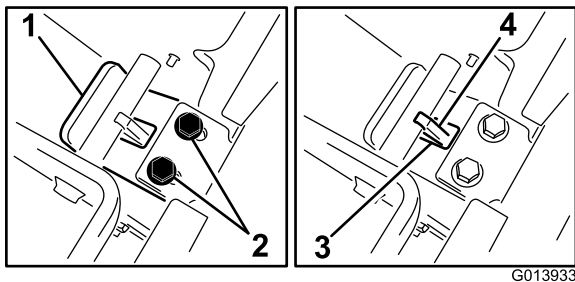

Figura 15
5. Continuando ad esercitare pressione sulla contropiastra, fate scorrere l'aletta verso di voi finché il bordo della piastra dell'aletta non si troverà a contatto con la traversa (Figura 15).